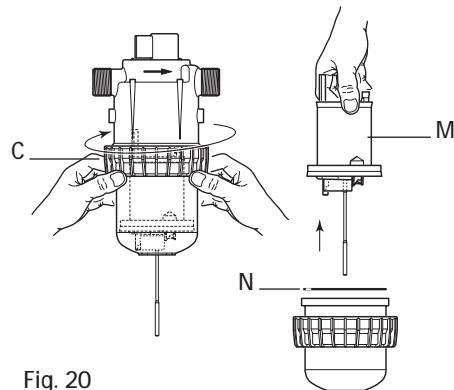

Fig. 20
- Dévisser l'écrou de la partie supérieure à la main (Fig. 20-C) et la retirer.
- Sortir l'ensemble piston moteur (Fig. 20-M) en tirant vers le haut.
- Changer, remonter l'ensemble. Pour cela, étape ①, positionner le moteur partiellement dans la partie inférieure, étape ②, puis en position intermédiaire dans la partie supérieure en prenant garde de ne pas abîmer le joint d'étanchéité (Fig. 20-N).
- Etape ③ Visser l'écrou à la main.
- Assembler l'ensemble, puis remonter la partie dosage en ayant au préalable nettoyé ou remplacé le joint d'étanchéité (Fig. 20-N).